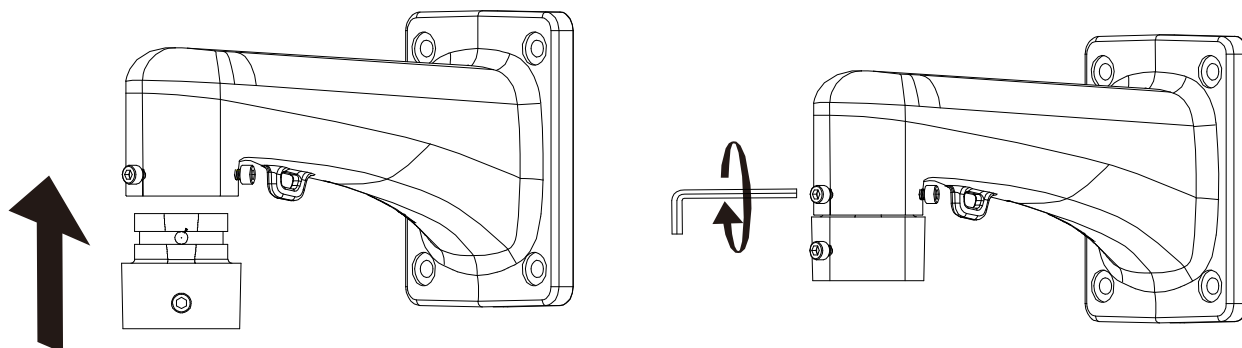

Рисунок 4.5 – Монтаж
6. Далее присоедините монтажный адаптер BOLID BR-305 к настенному кронштейну BOLID BR-110 (Рисунок 4.5).
7. С помощью ключа «Шестигранник» затяните фиксирующий винт М6х8 настенного кронштейна BOLID BR-110 (Рисунок 4.5) для фиксации монтажного адаптера.
9. С помощью ключа «Шестигранник» затяните фиксирующий винт М6х8 монтажного адаптера BOLID BR-305 (Рисунок 4.5) для фиксации монтажного адаптера BOLID BR-306.